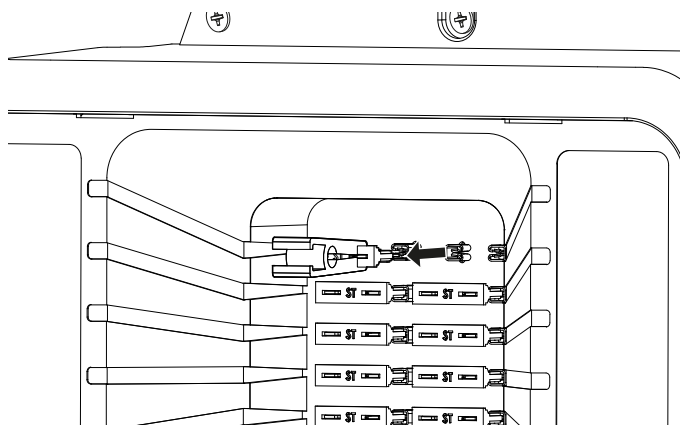

Fig. 4
- Træk den pågældende sikring ud med sikringstangen (Fig. 4).